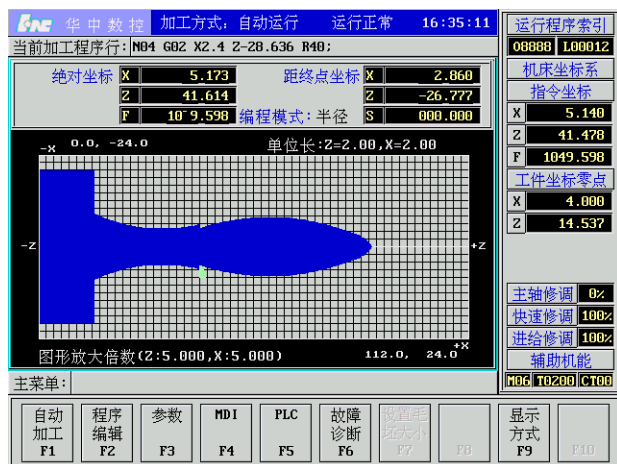

图 8.2.10 ZX 平面图形显示模式
- (3) 用▲、▼选择“ZX 平面图形”选项；
- (4) 按 **Enter** 键,显示窗口将显示 ZX 平面的刀具轨迹,如图 8.2.10 所示。